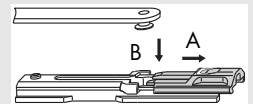

Bild 1
- L** Kippband LM 4200 (2) nach Angaben auf Seite 6 positionieren und mit Senkschrauben M5 x 7 befestigen (Drehmoment $2,5 \pm 0,25$ Nm).
- Schließteile (3) nach Angaben auf Seite 7 positionieren und jeweils mit Gewindestift festklemmen (Drehmoment $1,5 \pm 0,25$ Nm).
- A** Aushebesicherung des Anschlages (14) zurückschieben (Bild 1).
- B** Fasenkopfniet der Kippflügelschere (15) in die vorgesehene Führung einlegen (Bild 1).